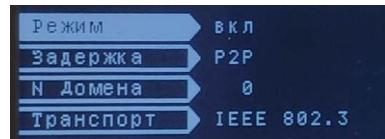

Рисунок 17 – Параметры синхронизации PTP
**«PTP»** - задаются параметры синхронизации PTP (см. рисунок 17).